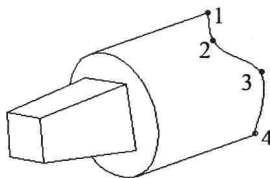

图 3-5-21
- (2) 单击绘图面板名称，展开面板，单击“样条曲线”按钮 ，命令行提示“指定第一个点或[对象 (O)]”，捕捉并单击图 3-5-21 的端点 1。
- (3) 命令行提示“指定下一点”，依次单击点 2、3 和 4。
- (4) 命令行提示“指定下一点或[闭合 (C) / 拟合公差 (F)] <起点切向>”，按 Enter 键，命令行提示“指定起点切向”，不需特别指出切线方向时使用默认切点，按 Enter 键。
- (5) 命令行提示“指定端点切向”，按 Enter 键。创建的样条曲线如图 3-5-21 所示。